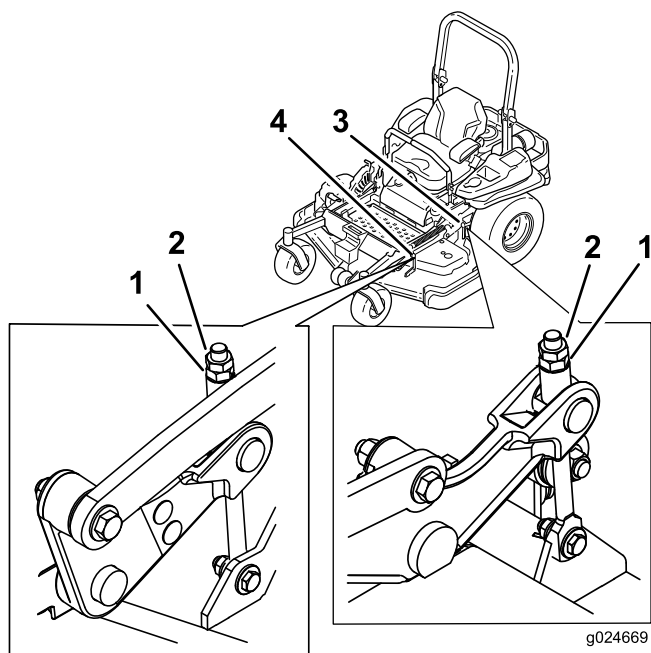

Figura 87
9. Si es necesario, gire la tuerca de ajuste del conjunto de elevación de la carcasa delantera para modificar la altura (Figura 87).
15. Gire el tornillo de ajuste hasta obtener una altura de 8,3 mm (Figura 87).